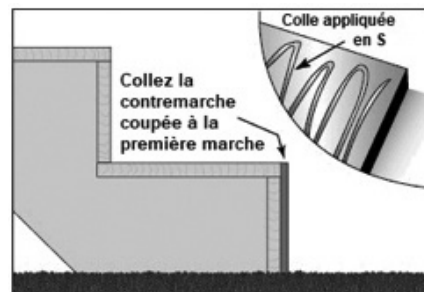

Fig. 15
2. Appliquez une bande de colle en forme de S, d'une longueur de 7,6 cm (3 po) à l'endos du revêtement (fig. 15). Reportez-vous à l'étiquette de l'adhésif utilisé pour consulter les recommandations, avertissements et mesures de sécurité.